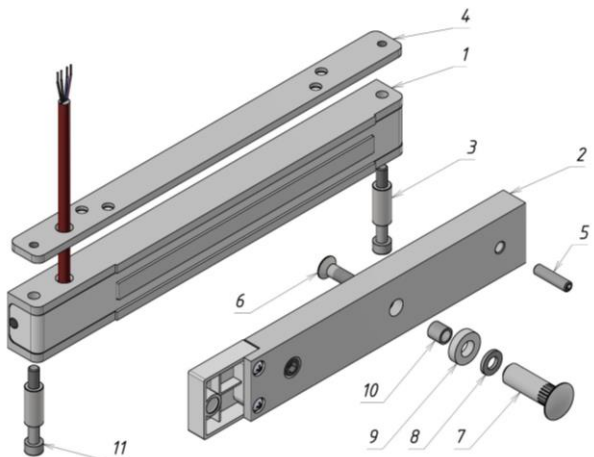

Рисунок 1 – Комплект поставки замка ALM-200Р
3.1 Комплект поставки (рисунок 1):
- корпус 200Р (1) - 1 шт.
- якорь 200Р (2) - 1 шт.
- втулка 200Р (3) - 2 шт.
- планка резьбовая 200Р (4) - 1 шт.
- 150-400 F – комплект крепления якоря: штифт (5), винт М6х35 (6), втулка (7), шайба (8), кольцо уплотнительное (9), втулка проходная (10)
- винт М5х40 (11) - 2 шт.